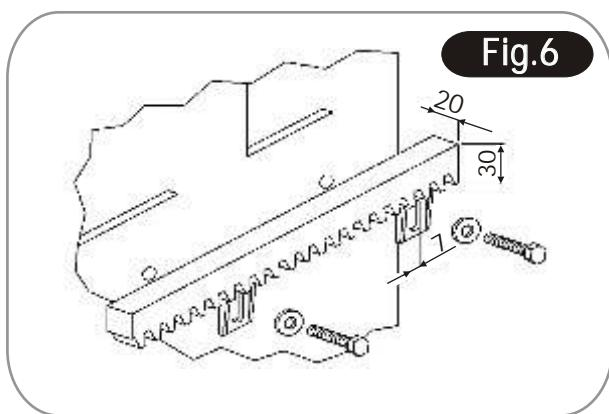
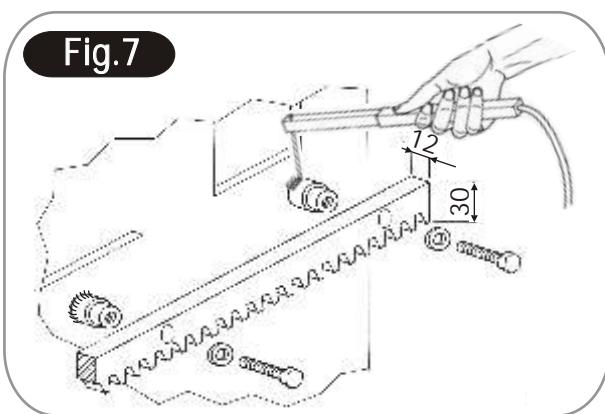
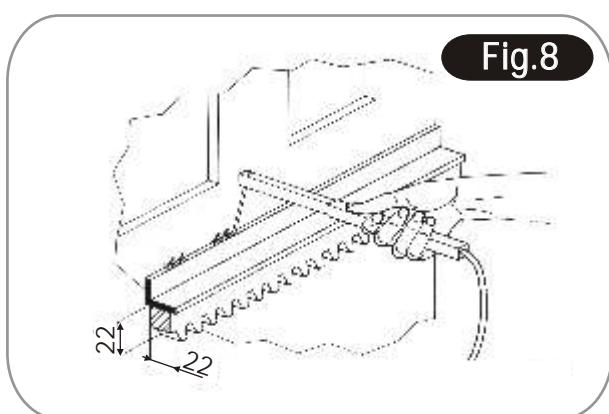

Fig.6
Fig.7
Fig.8
- 5 Fixer l'élément à l'aide de la vis dans la fente prévue (ou entretoise en fonction du type de crémaillère choisi 91111/91112/91114 **Fig.6 Fig.7 Fig.8**). Il est conseillé de serrer les vis de fixation de la crémaillère dans la partie haute de la fente, cette opération permet avec la descente de la grille à la longue de pouvoir la monter, et conserver le jeu entre le pignon et la crémaillère.